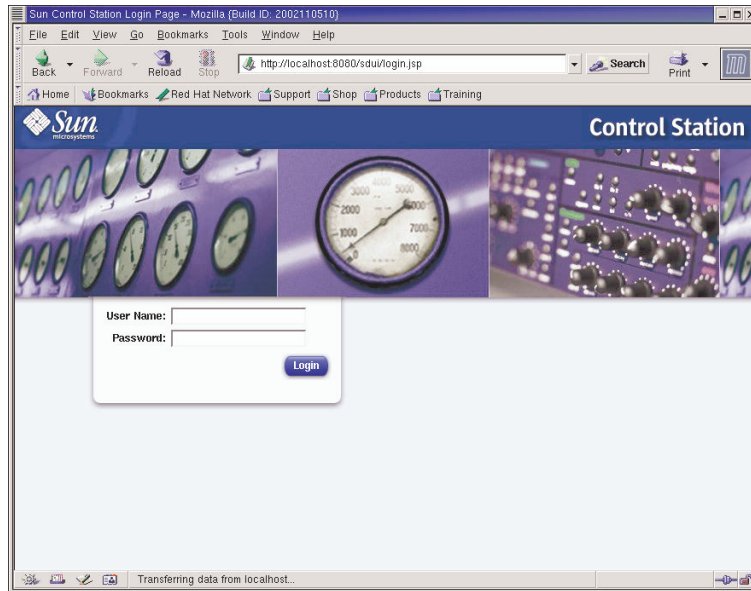

FIGURA 2-3 Esempio della finestra di login di Cluster Grid Manager
10. Nella pagina di login Sun Control Station (vedere la FIGURA 2-3), eseguire il login come amministratore SCS utilizzando i parametri predefiniti mostrati in basso, quindi fare clic sul pulsante Login.